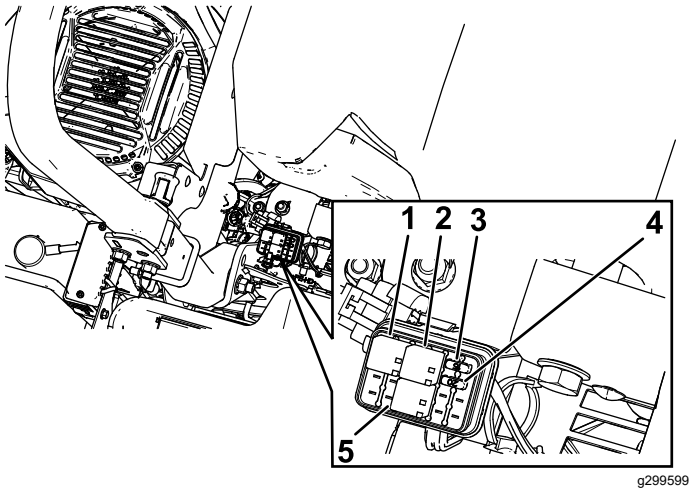

Figure 55
2. Remplacez le fusible (Figure 55).